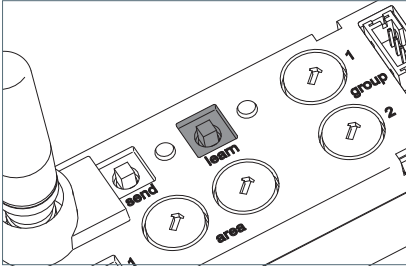

Fig. 33: Taste „learn“
- ▶ Drücken Sie die Taste „learn“ und halten Sie die Taste mindestens 15 Sekunden gedrückt, bis die LEDs „learn“ und „send“ dauerhaft leuchten, siehe Fig. 33.